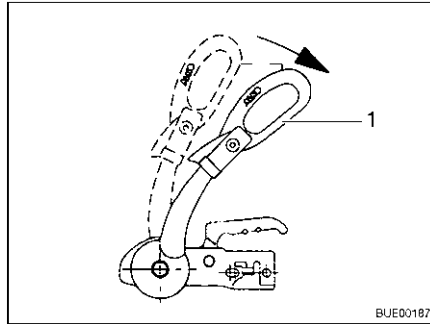

Fig. 168 Maniglia di stabilizzazione
- Aprire la maniglia di stabilizzazione (Fig. 168,1).